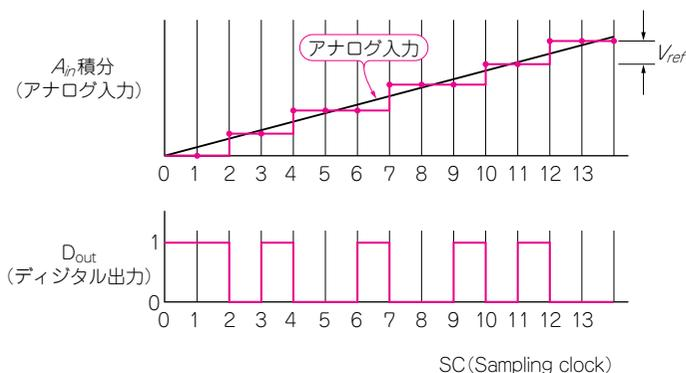

図7-3 積分値とV_{ref}の比較
では、図7-3のように積分した値とV_{ref}を比較してみましょう。
② SC=2ではA_{in}が2回積分されるので、V_{ref}と2A_{in}を比較することになる。V_{ref} > 2A_{in}なのでデジタル出力は‘0’になり、比較する電圧はそのままである(V_{ref})
③ SC=3ではA_{in}が3回積分されるので、V_{ref}と3A_{in}を比較することになる。V_{ref} < 3A_{in}なのでデジタル出力は‘1’になり、次に比較する電圧を+V_{ref}する(2V_{ref}になる)
④ SC=4ではA_{in}が4回積分されるので、2V_{ref}と4A_{in}を比較することになる。図7-3では2V_{ref} > 4A_{in}なのでデジタル出力は‘0’になり、比較する電圧はそのままである(V_{ref})